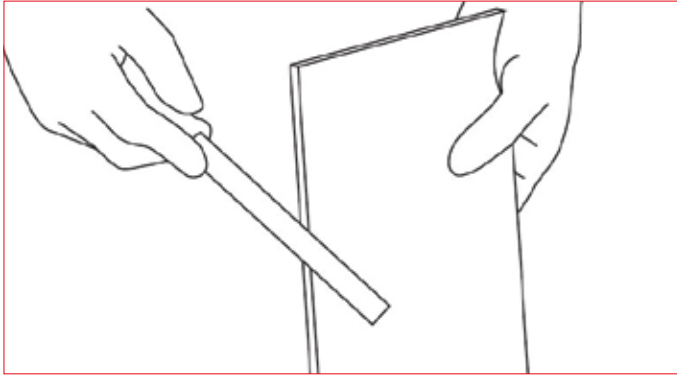

fig.9 – Ujævne kanter kan slibes eller files ned
- Ujævne kanter kan slibes eller files ned, med en fin kvalitet af sandpapir eller en fil (se fig.9)